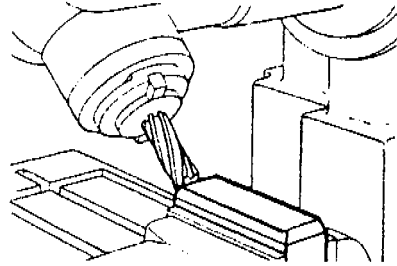

Figura 5
1. Si el cabezal es vertical, tiene sólo una articulación, entonces, el material deberá mecanizarse por desplazamiento transversal únicamente ( Figura 5 ).